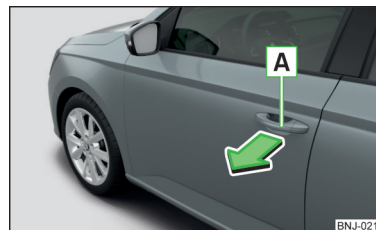

Fig. 39
- Tirare sulla maniglia **A** in direzione della freccia » fig. 39.